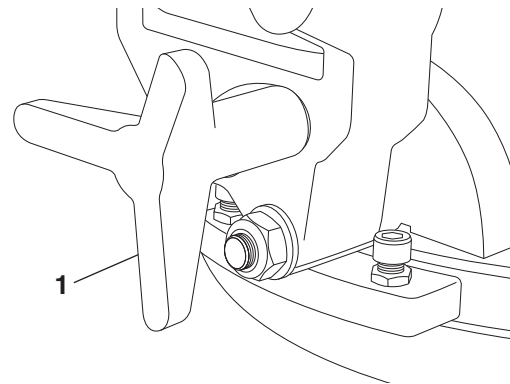
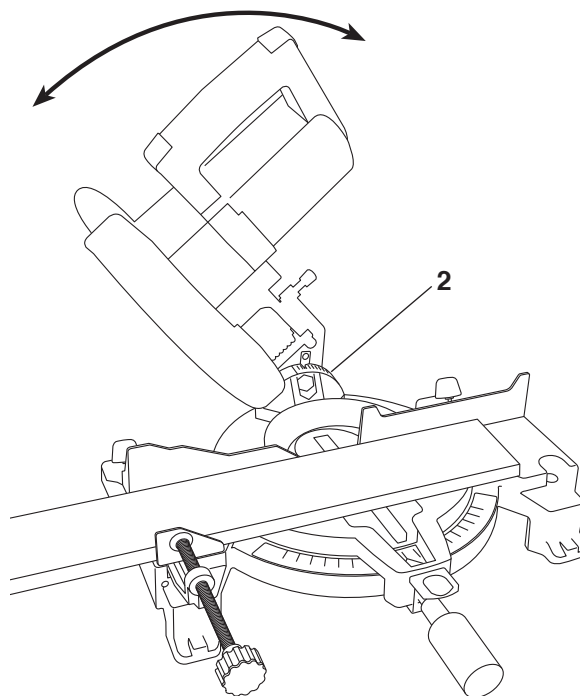

FIG. 29
FIG. 30
1. Loosen the bevel lock knob **1** (Figure 29). Rotate the blade to the desired bevel angle using the bevel index **2**. Tighten bevel lock knob (Figure 30).
1. Desserrez le bouton de verrouillage de biseau **1** (Figure 29). Faites tourner la lame jusqu'à l'angle de biseau désiré en utilisant l'index de biseau **2**. Serrez ensuite à nouveau le bouton de verrouillage de biseau (figure 30).